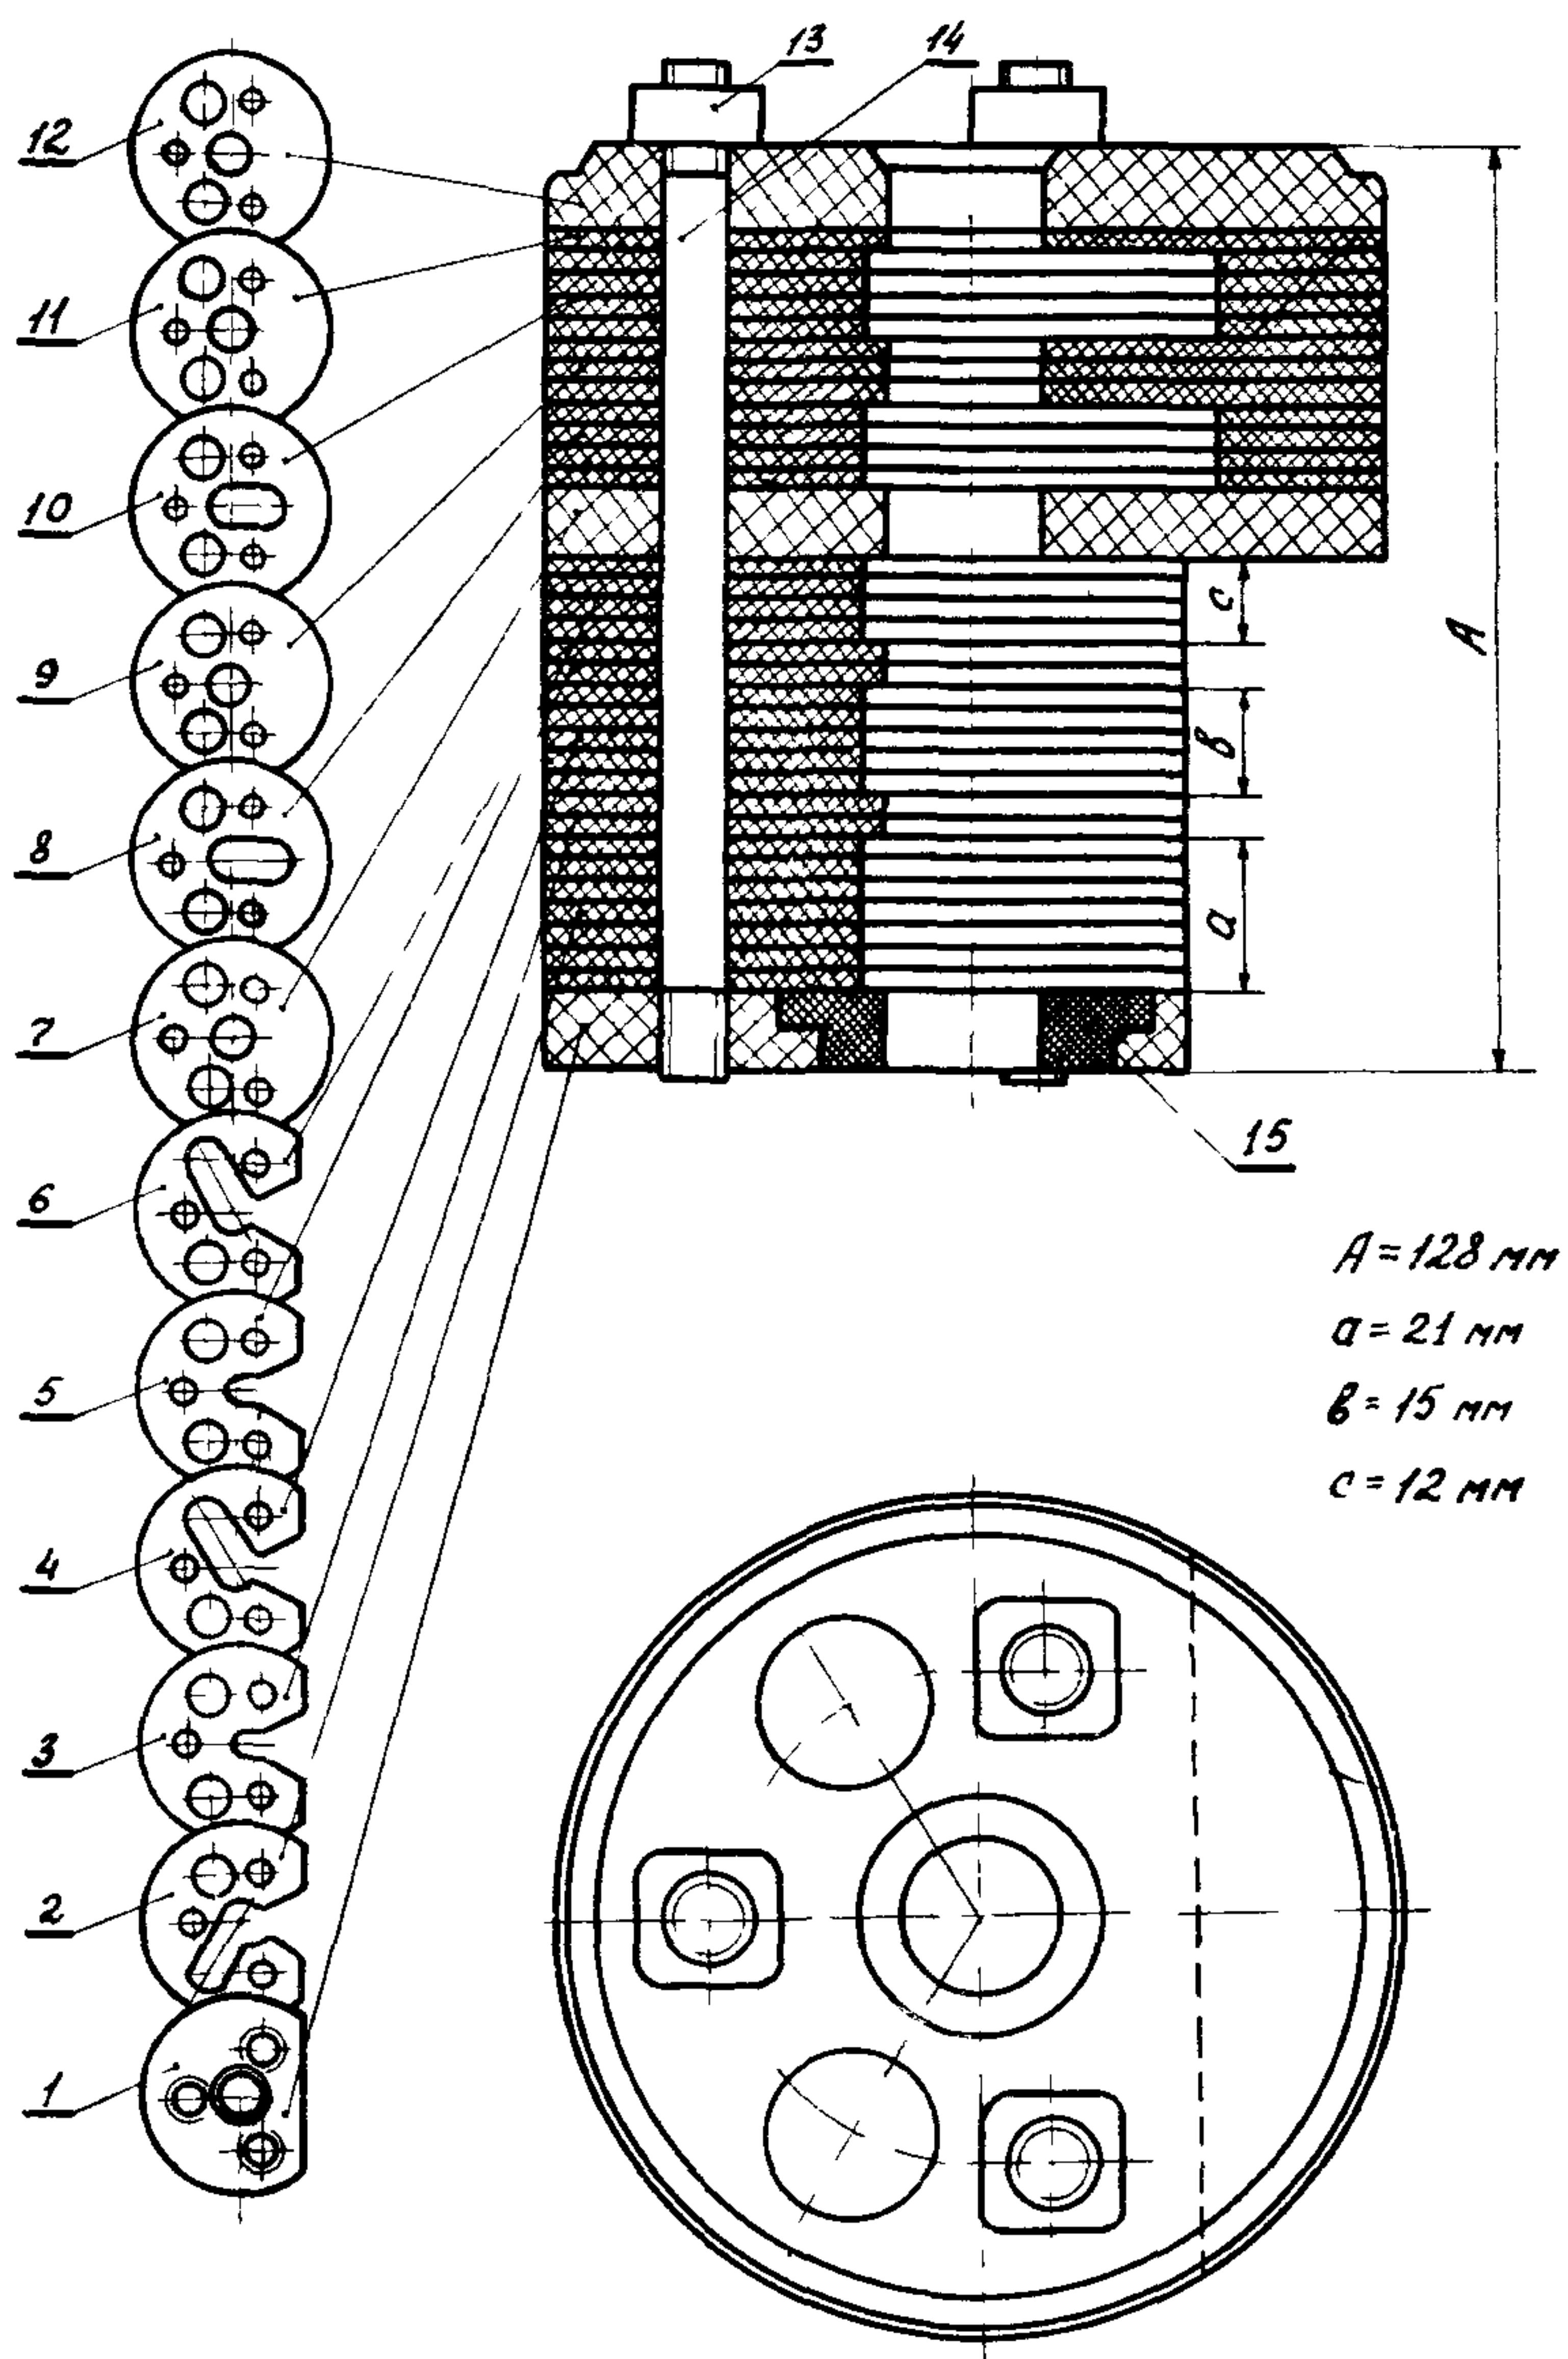

Рис.4. Дугогасительная камера:
05.1. Протереть дугогасительную камеру и тщательно осмотреть. Если камера не имеет дефектов (трещин, выкрашиваний или расслоений на деталях) и размер отверстия в кольце 15 (рис.4) не более 29,5 мм, то разбирать камеру не рекомендуется, а необходимо лишь подтянуть гайки 13 и промыть камеру в чистом "сухом" трансформаторном масле. В случае обнаружения дефектов ремонт камеры произвести согласно переходам 2-8.
05.5. Собрать камеру в строгой последовательности согласно рис.4, отрегулировав во время сборки размеры щелей камеры a , b , c .